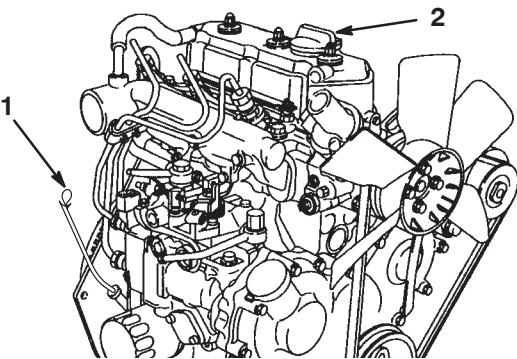

Bild 24
2. Nehmen Sie den Peilstab heraus und wischen Sie ihn mit einem sauberen Lappen ab (Bild 24). Stecken Sie den Peilstab in das Rohr und stellen Sie sicher, dass er vollständig eingeführt ist. Entfernen Sie den Peilstab und prüfen den Ölstand. Nehmen Sie bei einem niedrigen Ölstand den Fülldeckel von der Ventilabdeckung ab und gießen Sie **langsam** genug Öl in die Öffnung, bis der Ölstand die Vollmarke am Peilstab erreicht. Gießen Sie Öl langsam ein und prüfen Sie den Ölstand häufig während des Füllens. **Füllen Sie nicht zu viel ein.**